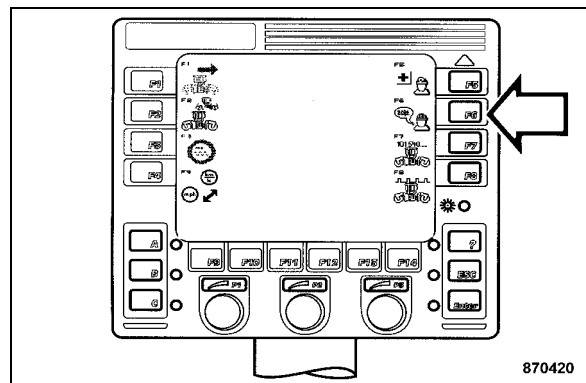

fig. 85
- Appuyer sur la touche "F6" (fig. 85).